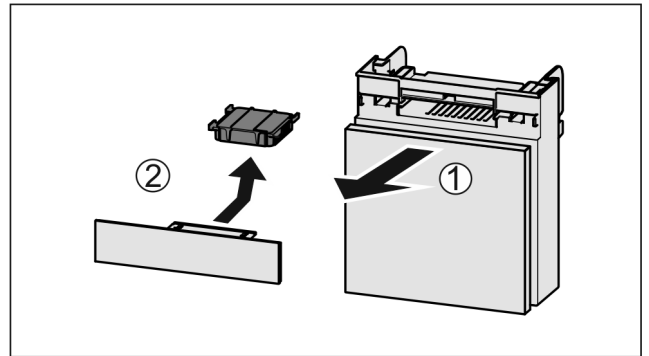

Fig. 138
- Fach nach vorne herausziehen Fig. 138 (1).
- Aktivkohlefilter entnehmen Fig. 138 (2).